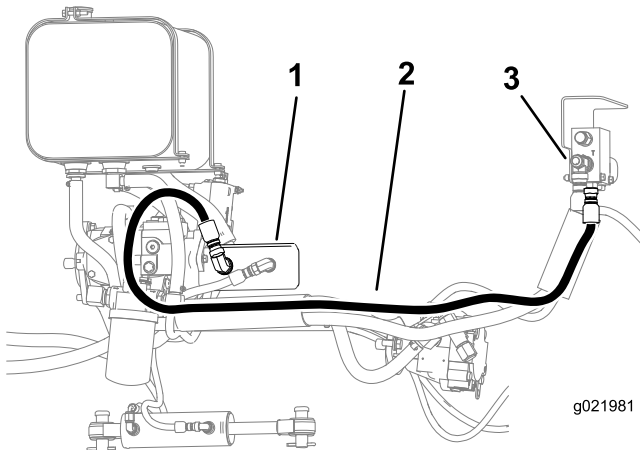
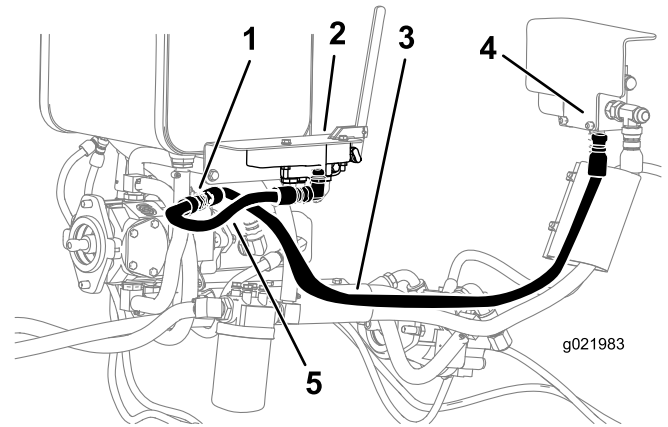
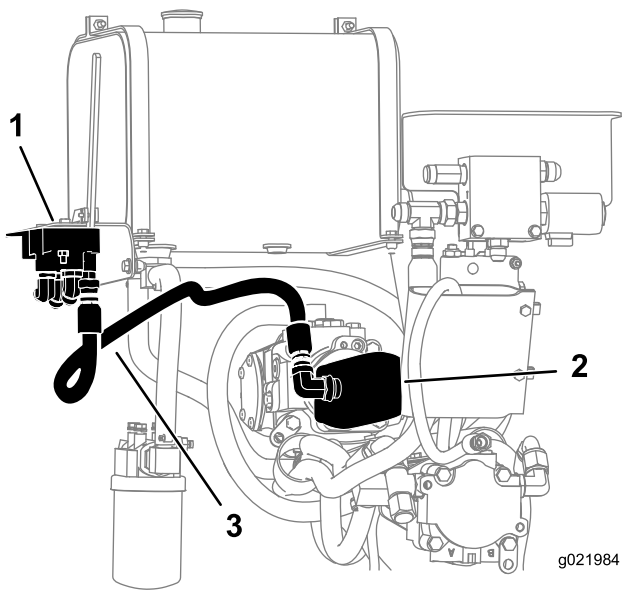

Figura 16
Figura 17
Figura 18
- Desconecte la manguera A de la bomba hidráulica (Figura 16), añada el conector de manguera y conecte la manguera B al otro extremo del conector (Figura 17).
- Conecte la manguera B (14-3/4 pulgadas) al acoplamiento de 90° (conector de salida) de la válvula de control (Figura 14 y Figura 17).
- Conecte la manguera C (36 pulgadas) al acoplamiento recto (conector de entrada) de la válvula de control (Figura 14) y a la bomba hidráulica (donde estaba instalada anteriormente la manguera A (Figura 16); consulte Figura 18).